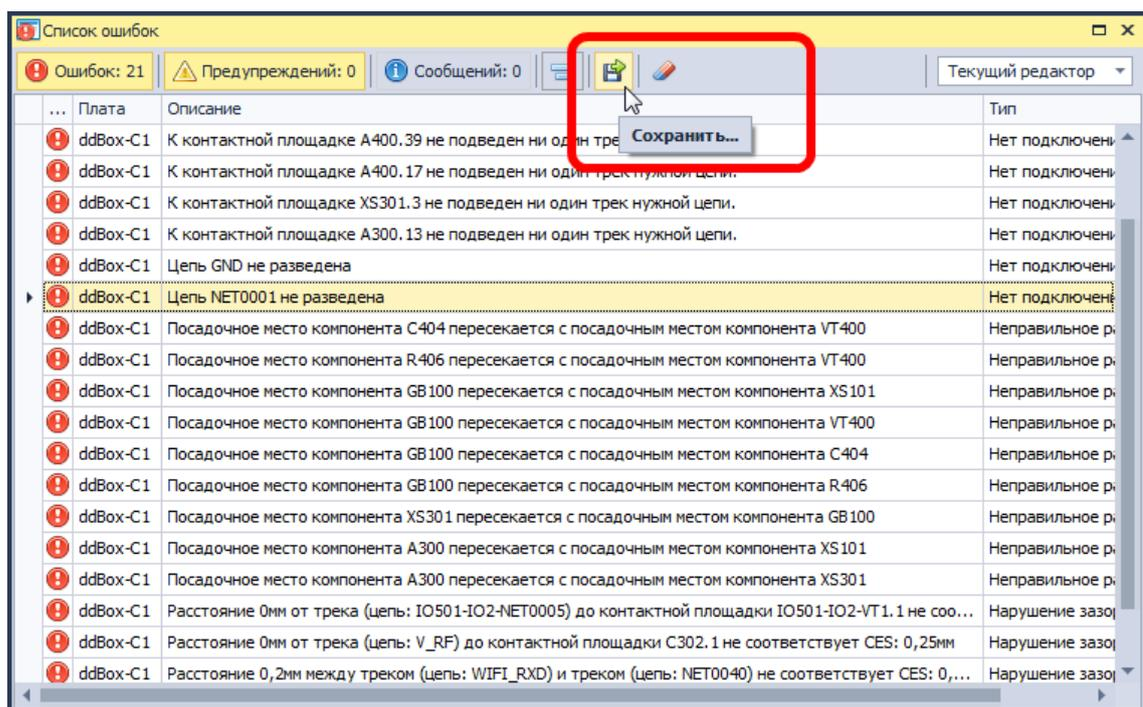

Рис. 170. Экспорт списка нарушений
1. Навести курсор на инструмент «Сохранить в...», обозначенный значком  и нажать левую кнопку мыши, см. Рис. 170.